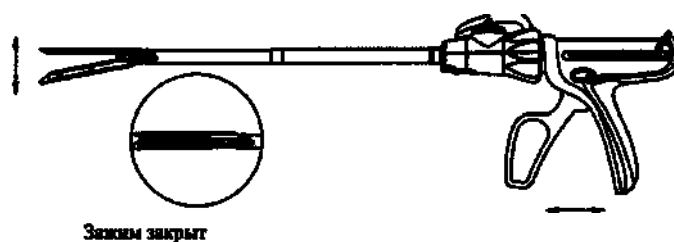

Рисунок 3
4. Зажмите подвижную рукоятку (зажим в этот момент должен быть сомкнут) и вставьте степлер в брюшную полость через троакар. Для открытия зажима сдвиньте подвижную рукоятку вперёд или потяните приводящую рукоятку назад (если предохранительная кнопка нажата неправильно, и подвижная рукоятка выдвинута полностью вперёд, тогда потяните приводящую рукоятку назад). Когда ткани будут помещены между зажимом картриджа и его крышкой и зафиксированы правильно, зажмите подвижную рукоятку, чтобы закрыть зажим и прижать ткани (Рисунок 3).